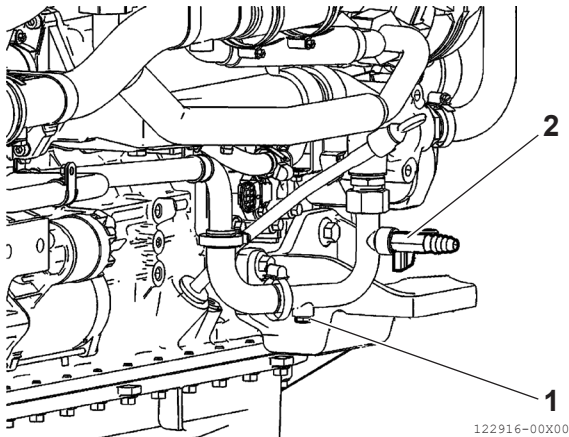

Bild 10
3. Skruva ur pluggen (**bild 10, (1)**) eller koppla bort hyttens värmerör (**bild 10, (2)**).